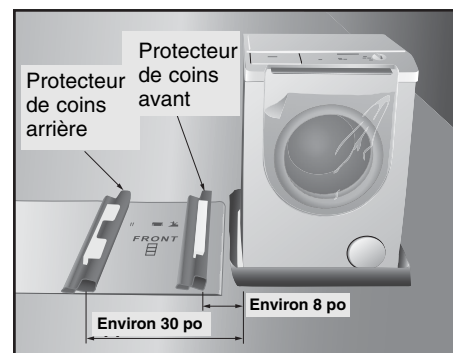

Figure 1
2. Protéger le plancher et la laveuse ou la sécheuse à l'aide d'un grand carton (l'emballage du socle). Coucher la laveuse ou la sécheuse sur son côté **GAUCHE** de sorte qu'il soit entièrement placé sur le carton. Voir la **figure 1** ainsi que les instructions correspondantes relatives à la façon de déplacer l'appareil en toute sécurité.
4. Placer les deux protecteurs de coins, comme l'illustre la **figure 1**. S'il n'y a pas de protecteurs de coins, vous pouvez utiliser des serviettes roulées.